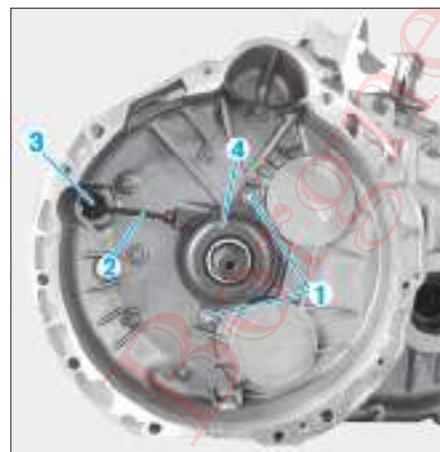

FIG. 4
- Déposer les vis (1) (Fig.4).
- Desserrer puis extraire le tuyau (2) de la douille (3).
- Sortir la butée hydraulique (4) avec le tuyau (2).